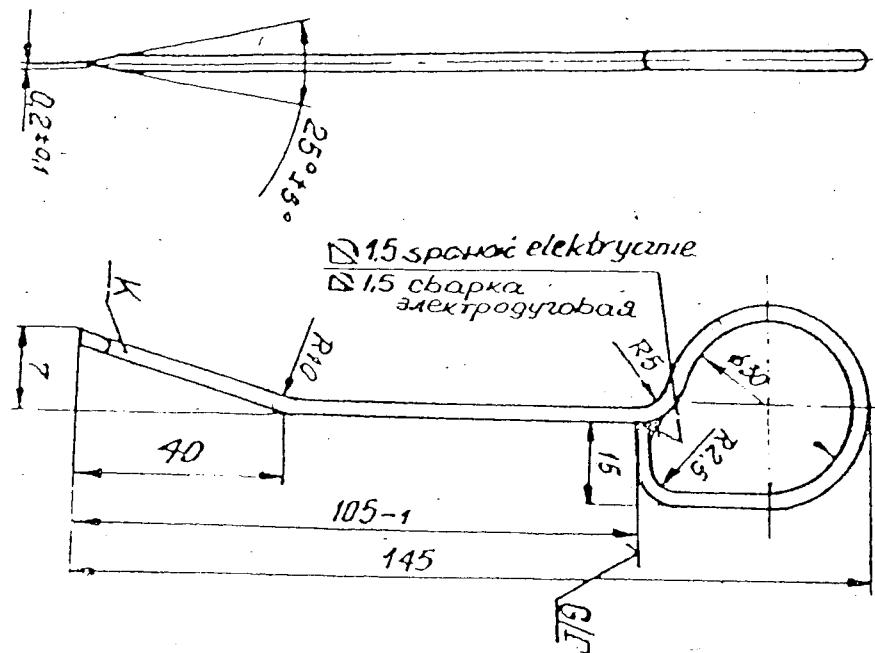

Рис. 6.26. Приспособление для очистки канала сублимирования гнезда III опоры 16.08.01'72.
19.6. В открытый штуцер (сублимирования полости III опоры) вставить приспособление для очистки канала сублимирования I6.08.0172 (рис. 6.26) таким образом, чтобы его изогнутый конец "К" был направлен в сторону компрессора двигателя. Для прочистки необходимо поворачивать приспособление I6.08.0172 влево и вправо на небольшой угол 10-20° при одновременном нажатии до упора. В случае полной закупорки канала в сопловом аппарате рекомендуется делать возвратно - поступательные движения с одновременным поворотом приспособления влево и вправо.
О прочистке канала сублимирования свидетельствует то, что приспособление своей поверхностью "Г" (рис. 6.26) достигнет (будет касаться) торца штуцера сублимирования.